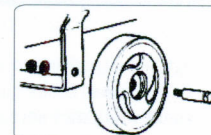

FIGURA 2 -
1. Montagem: Monte as rodas (Figura 2), o pé de borracha que acompanham o produto.